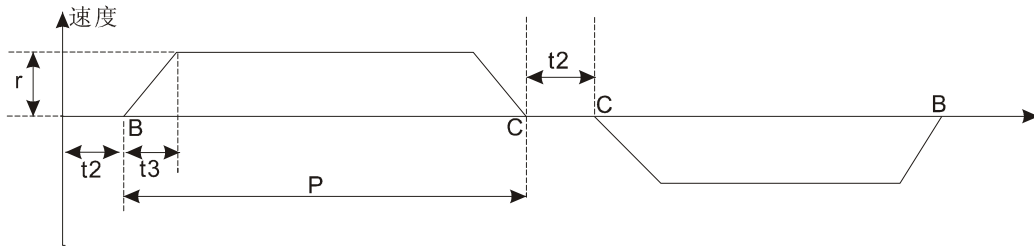

图 7.12 B-C 运行示意图
(2) B 点往复运行至 C 点 4 次, 每次延时 100ms, 单一周期如下图所示: (图 7.12)